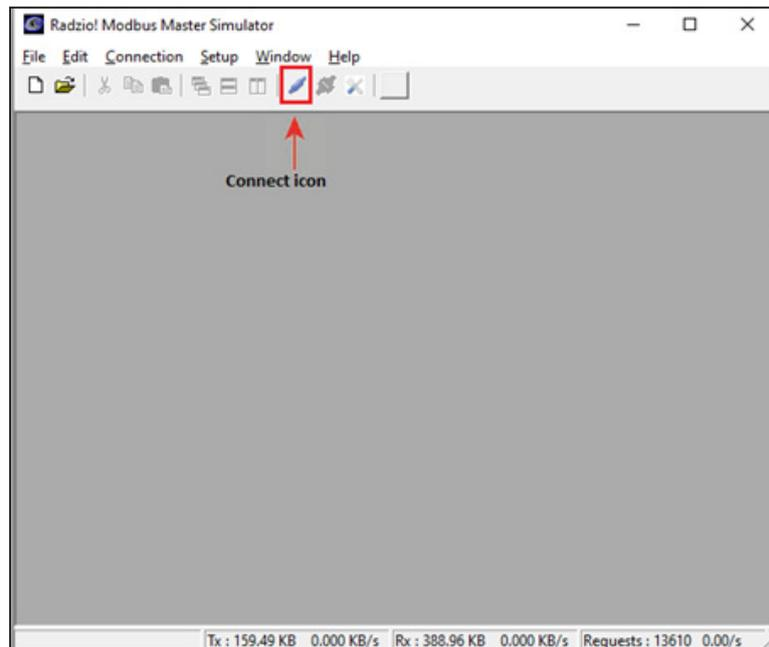

Fig 5: Conectar icono
6. Haga clic en el icono **Conectar** en la **barra de herramientas de Radzio** para establecer las conexiones. (Fig 5)